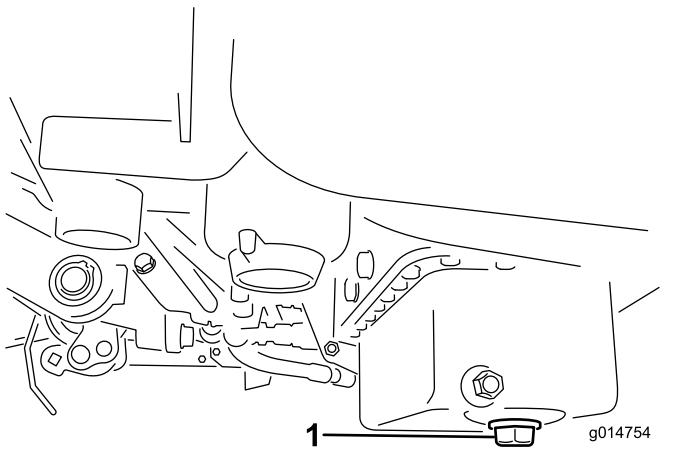

Figura 30
1. Togliete il tappo di spurgo e lasciate defluire l'olio in una bacinella. Quando l'olio cessa di defluire, rimontate il tappo (Figura 30).